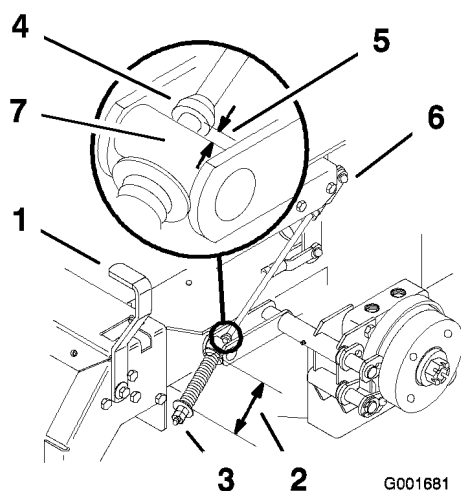

Figure 48
2. Mesurez la longueur du ressort ; les rondelles doivent être distantes de 74 mm (2-3/4 pouces) (Figure 48).
- A. Desserrez l'écrou de blocage situé sous le ressort et serrez l'écrou directement au-dessous de la chape (Figure 48).
6. Mesurez la distance entre le galet de tourillon et le collier sur la tige de frein. Elle doit être comprise entre 5 et 7 mm (3/16 et 1/4 pouce) (Figure 48).
- B. Tournez les écrous de réglage inférieurs jusqu'à obtention de l'écart voulu (Figure 48).